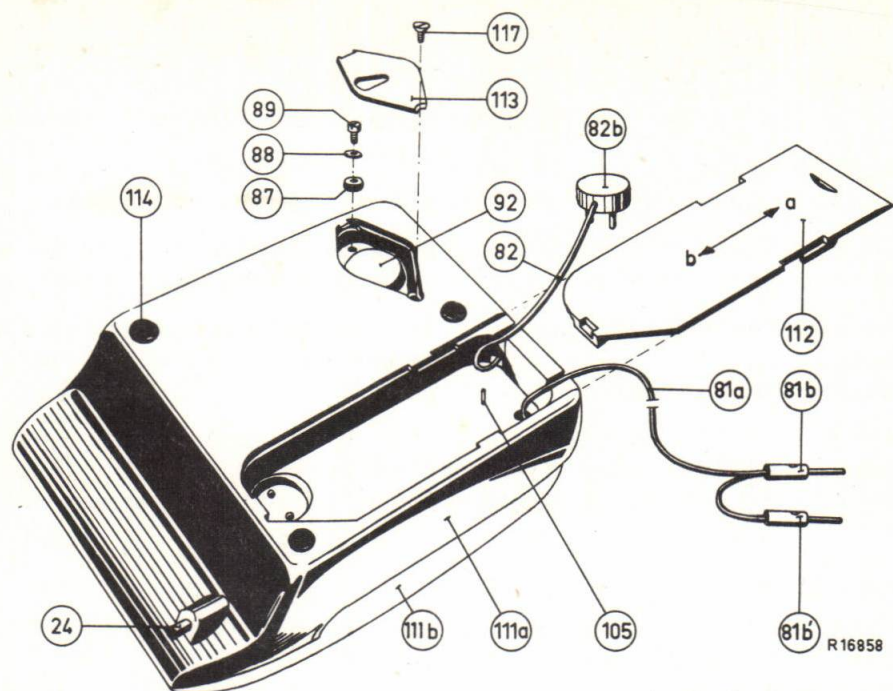

Fig.3
Hiervoor moet het schuifje in de richting van de pijl a getrokken worden (zie fig.3).
Het schuifje 112 weer aanbrengen, door deze in de pijlrichting b te duwen (zie fig.3).
5. De schroefvedraaijer in de aangegeven richting bewegen; zodat het deksel 1 à 2 mm naar achteren wordt geschoven (A). Ditzelfde herhalen aan de andere zijde van de insteekgleuf (B). A en B herhalen tot het deksel uit de inklemming springt.
7. Deksel vóór de spanningscarroussel 113 d.m.v. de schroef 117 verwijderen (zie fig.3).